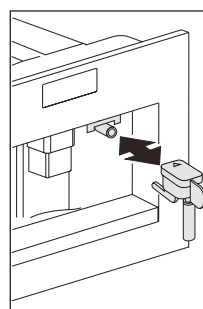
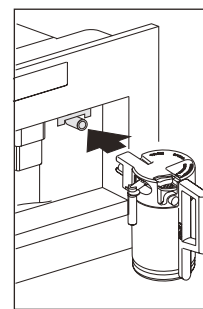

Fig. 13
Fig. 32
- ▶ Togliere l'erogatore acqua calda (Fig. 13) ed agganciare il contenitore del latte all'ugello (Fig. 32).